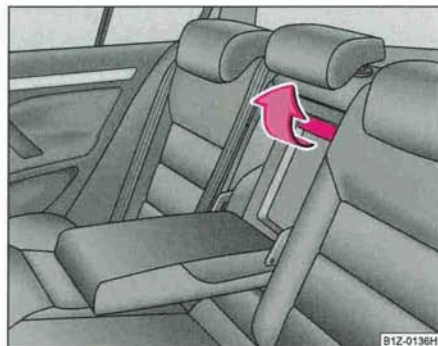

Fig. 110 Sièges AR:
- Tirez la poignée à fond vers le haut et ouvrez le couvercle vers le bas ⇒ fig. 110.